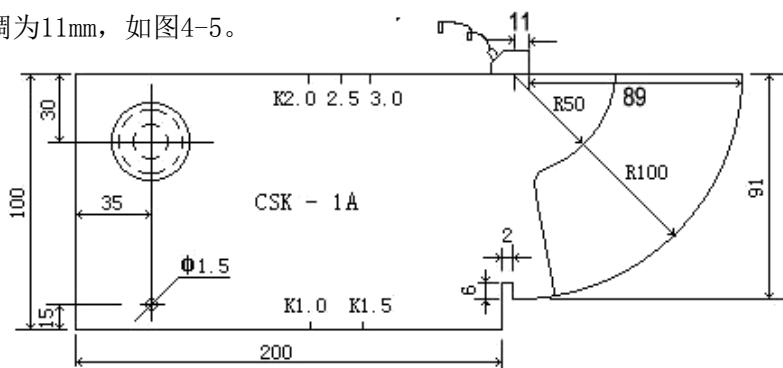
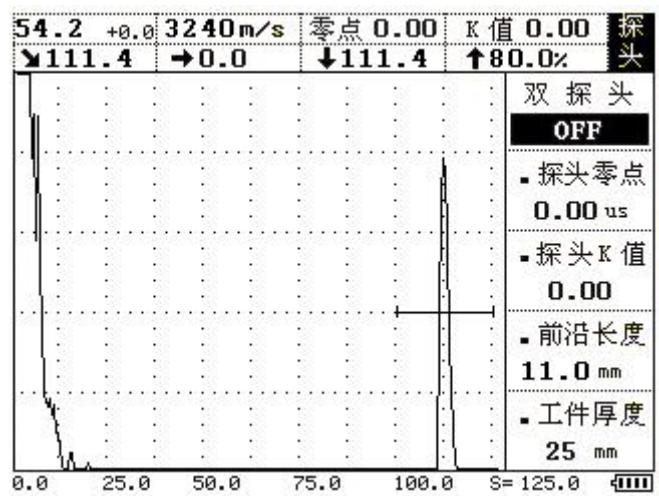

图 4-4
图 4-5
3、校准探头前沿：将探头放在试块上并移动，使得 R100mm 的圆弧面的反射体回波达到最高，用直尺量出探头前端面 89mm，此时探头的前沿值为 $100 - 89 = 11$ mm。如图4-4所示，之后按 **探头** 键进入探头菜单，再用 **▲** (上) 或 **▼** (下) 键调整到探头前沿子菜单，再按 **◀** (左) 或 **▶** (右) 键将探头前沿值调为 11mm，如图4-5。